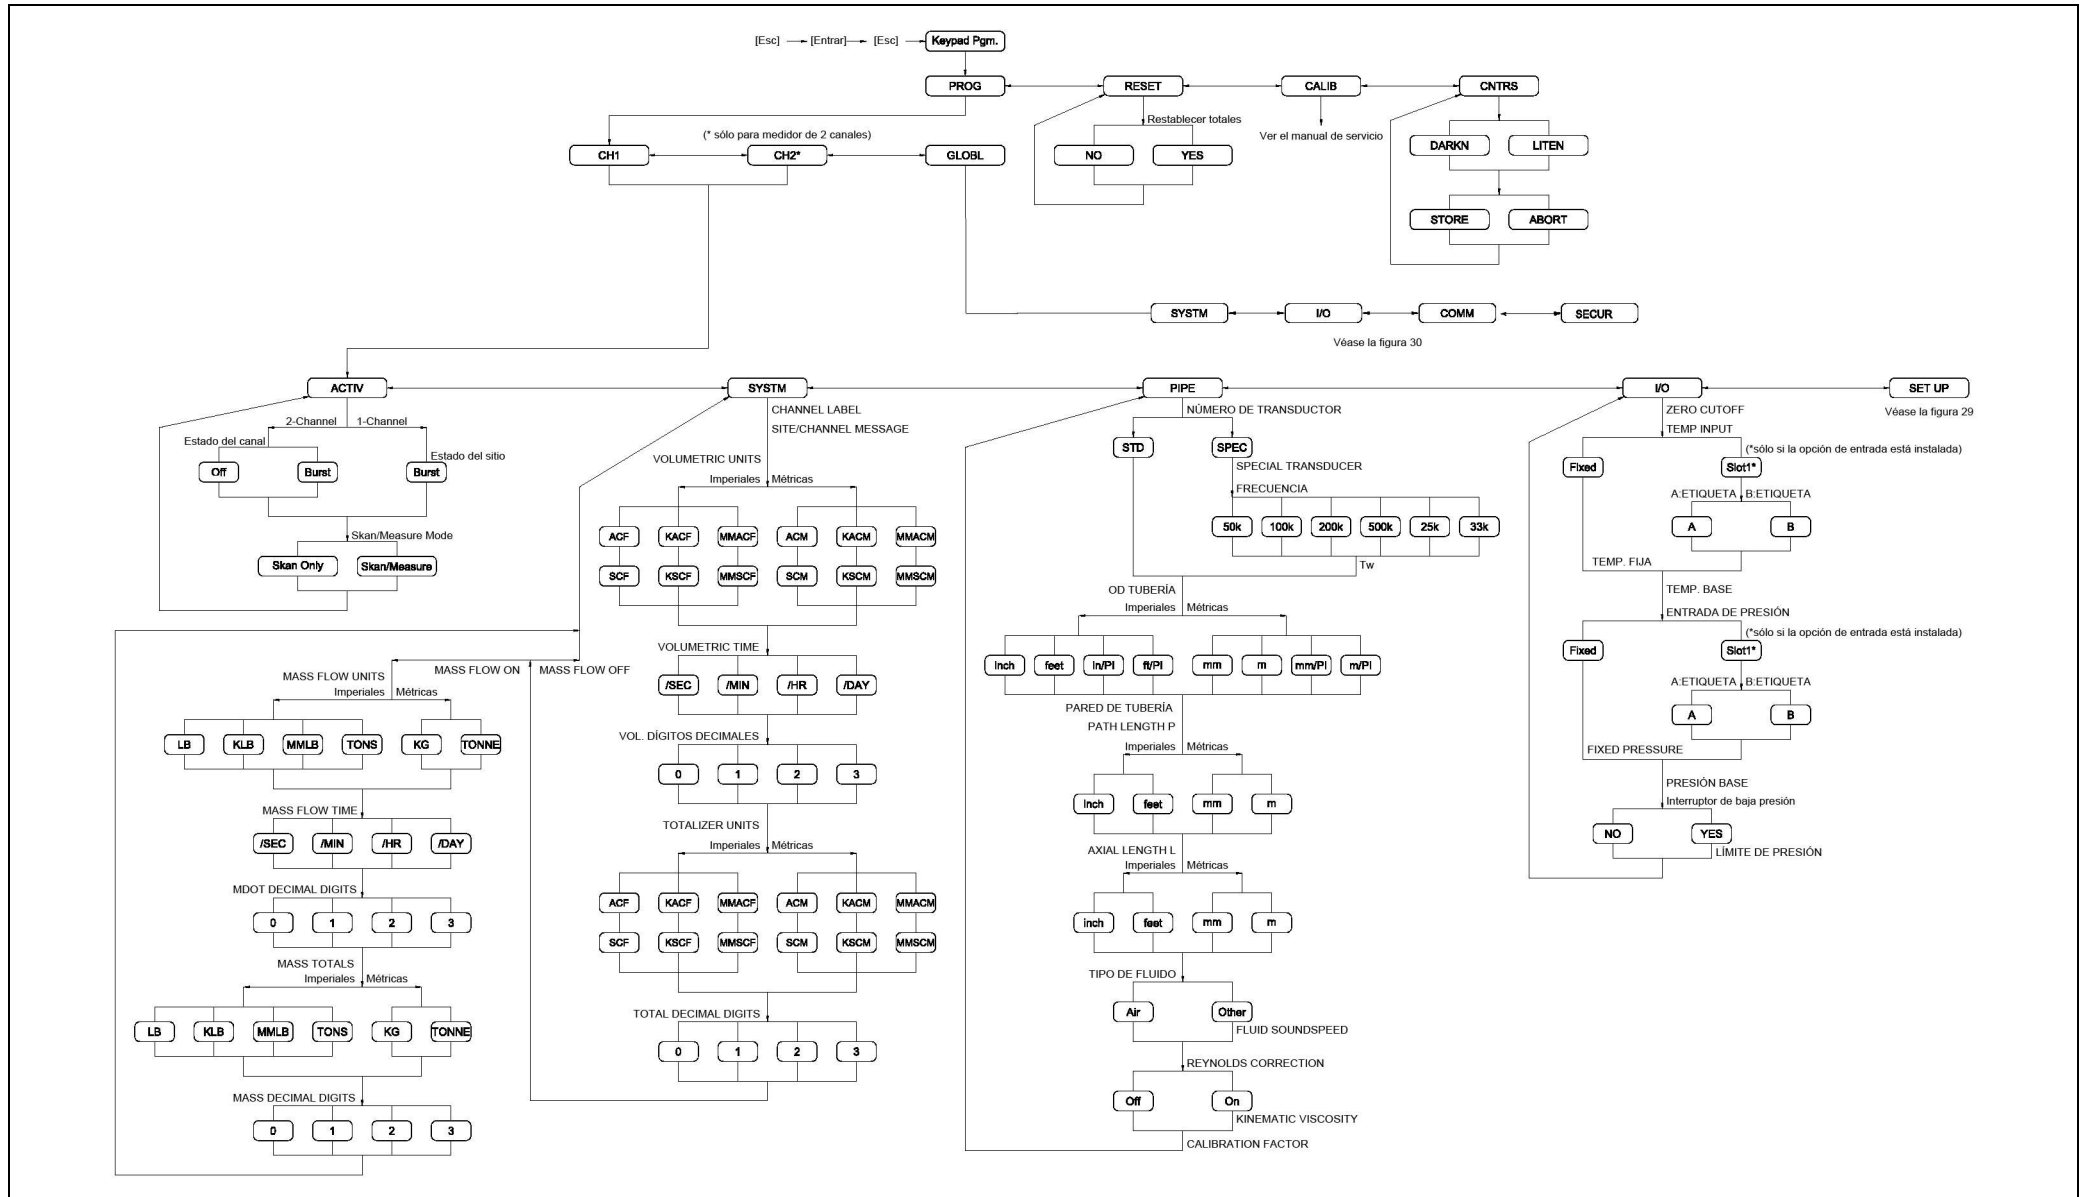

Figura 28: PROG > Chx > Menús ACTIV, SYSTEM, PIPE & I/O
- Figura 28, “PROG > CHx > Menús ACTIV, SYSTM, PIPE & I/O”, en la página 59